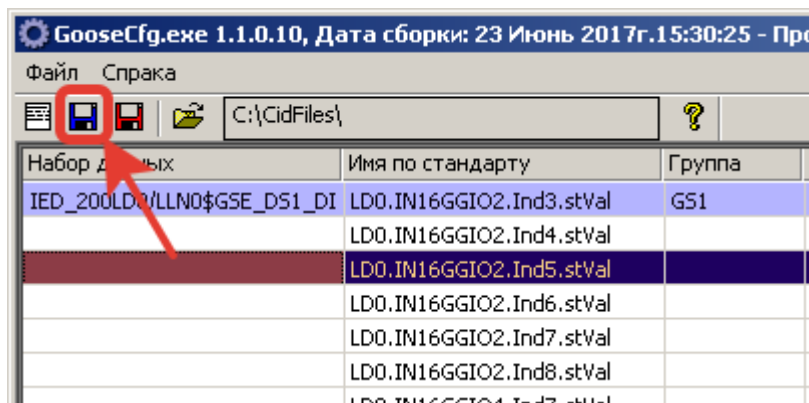

Рисунок 10 – Формирование секций [GOOSE], [GSn]
- Рисунок 10 – Формирование секций [GOOSE], [GSn]